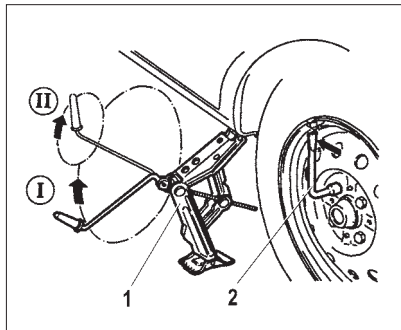

Рис. 83. Замена колес
- ослабьте на один оборот комбинированным ключом 2 (рис. 83) болты крепления заменяемого колеса;